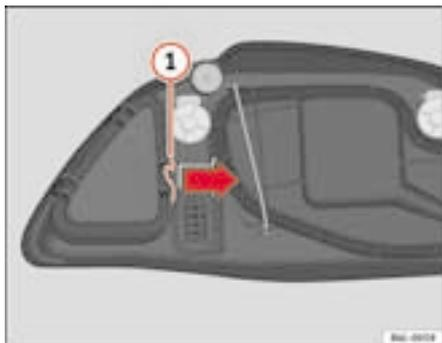

Fig. 149 Luz de presença
- Desloque o tirante 1 ⇒ página 225, fig. 149 no sentido da seta e puxe a tampa.